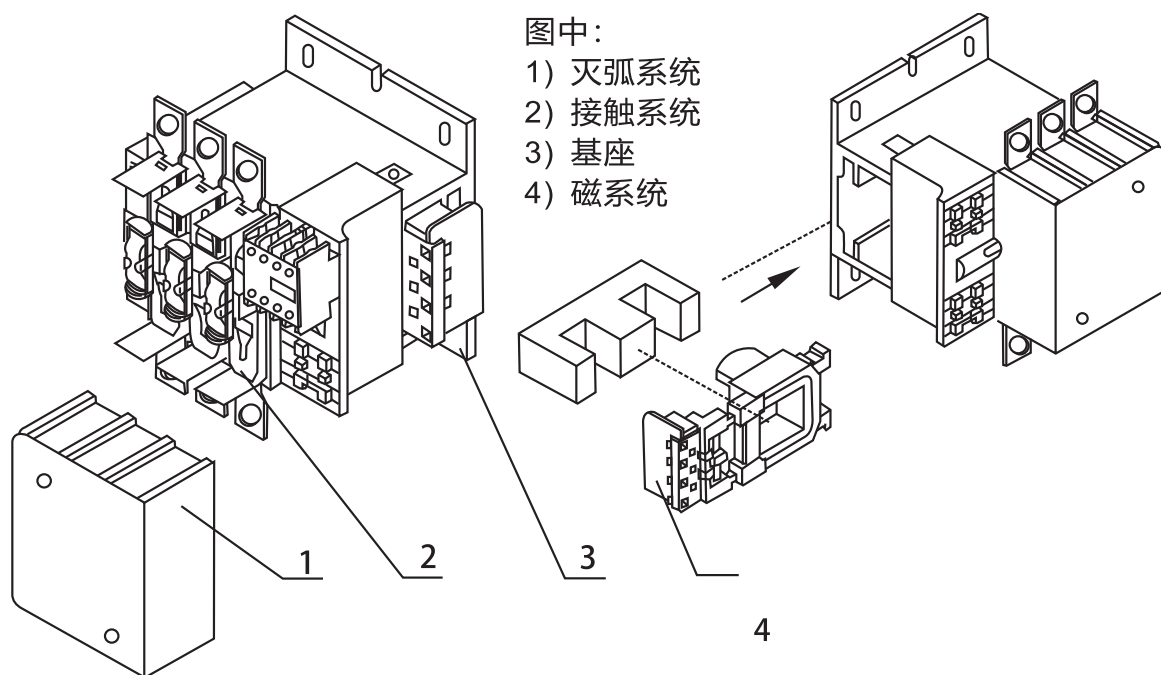

图1 CJX2(s)-115~265接触器的总体结构示意图
6.1 接触器主要由灭弧系统、接触系统、基座、磁系统 (包括铁心、线圈) 组成, 参见图1。
6.2 接触器的接触系统为直动式、双断点布置，下基座采用铝合金型材，线圈为塑料封装结构，且线圈与磁轭组装成一体，可从接触器中直接取出或装入，使用、维修极为方便。见图1。